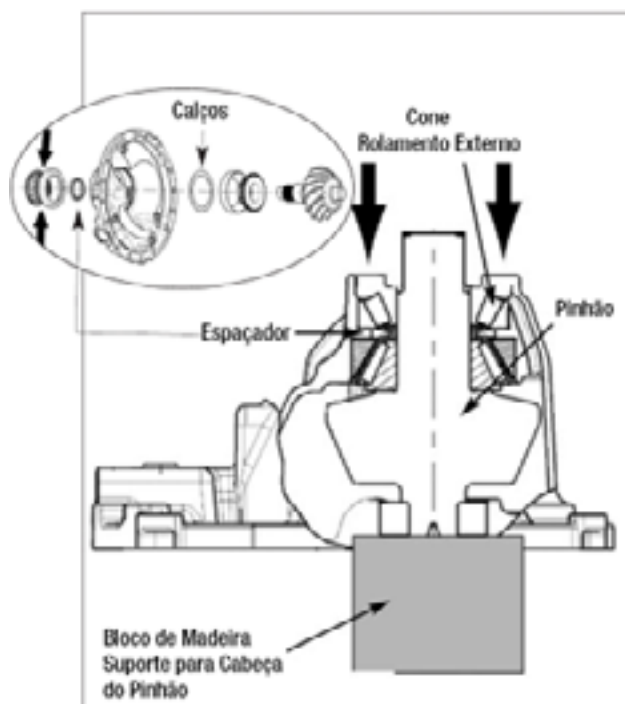

Fig. 2.32
19. Usando uma ferramenta de serviço (MST4804), prenda firmemente o cone do rolamento externo na haste do pinhão mais uma vez, contra o(s) espaçador(es) (Fig. 2.32), usando uma carga de prensa de 6 a 8 toneladas. Gire o pinhão manualmente para assentar os rolamentos.
Ao usar uma prensa para montar o cone de rolamento externo no pinhão, sempre apoie sua cabeça com um bloco de madeira adequado (Fig. 2.32). Não fazer isso pode resultar em danos à caixa fundida do diferencial ou ao conjunto do pinhão.